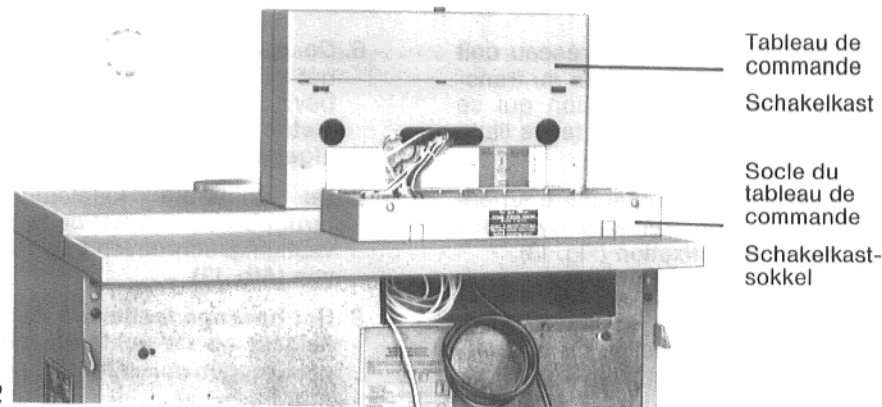

Fig. 12 / Afb. 12
2. Visser le **socle du tableau de commande** au capot chaudière avant (Fig. 12). Mettre par le bas les chapeaux de protection au sommets du filet des vis (protection contre les blessures).
2. **De schakelkastsokkel** op de voorste ketelbovenplaat vastschroeven (Afb. 12). Afschermdopjes aan de onderzijde op de punten van de plaatschroeven plaatsen (ter voorkoming van verwondingen).
8. Mettre le **dessus du tableau de commande** sur le capot chaudière arrière (mettre en dessous une feuille, Fig. 12).
8. **Het bovengedeelte van de schakelkast** op de achterste bovenplaat leggen (folie eronder leggen, Afb. 12).